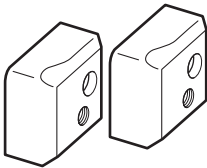

Fig. 25
- (1) Cortadora (Fig. 25) (N° de código 319706)